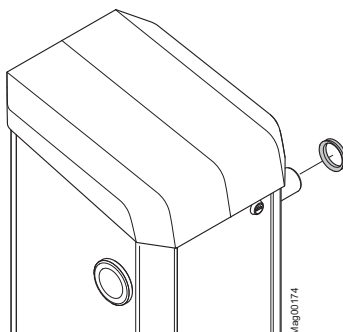

Fig. 33: Fjern V-ringen
16. Sett V-ringen på skjøteakselen. Pakningsleppen peker mot bomhuset. → Se også side 70, Fig. 33.